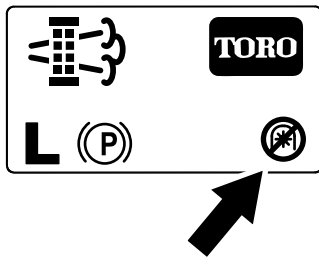

Figure 52
**Remarque:** L'écran d'accueil affiche l'icône de désactivation de la PDF (Figure 52).
**Remarque:** L'écran d'accueil affiche l'icône de désactivation de la PDF ; voir Figure 52 et Messages de régénération en stationnement \(page 47\).